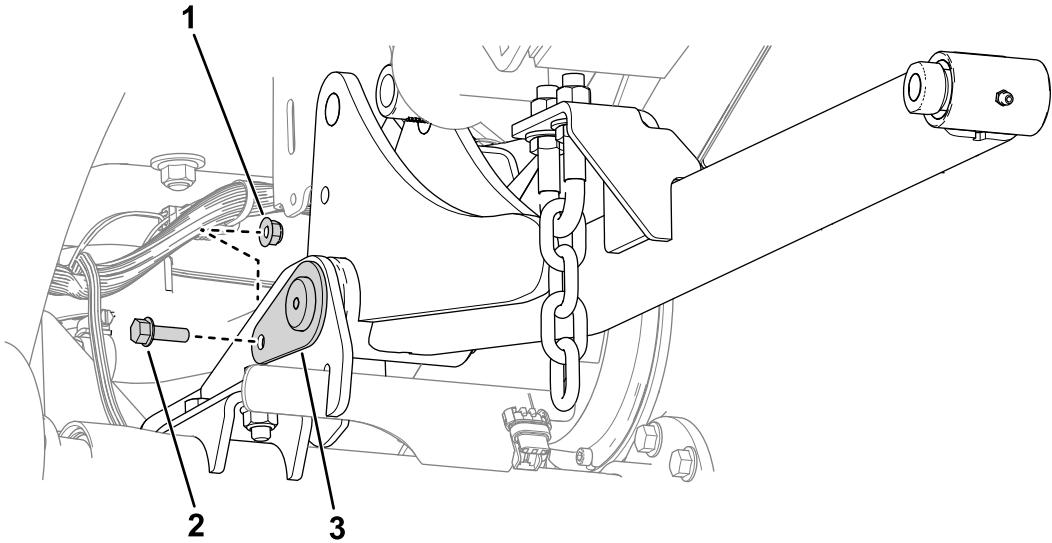

Figura 6
4. Utilice 2 tuercas (5/16") y 2 pernos (5/16" x 1") para sujetar los pasadores grandes al bastidor (Figura 6).